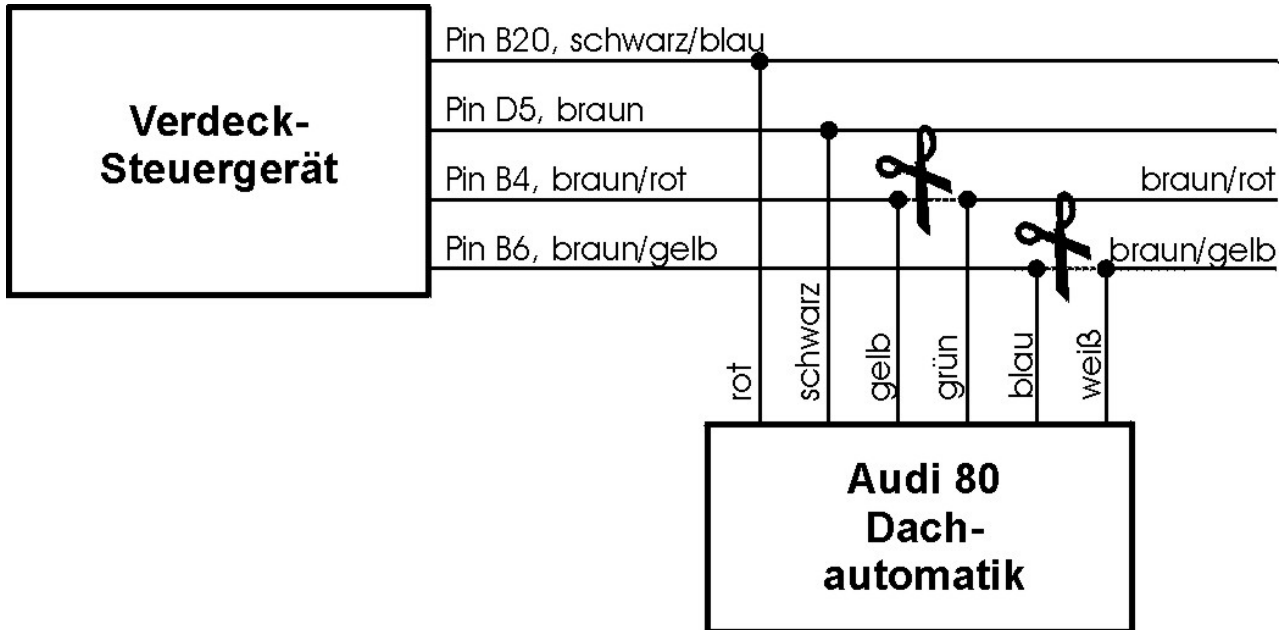

Bild 7: Verkabelung des Dachautomatikmoduls
4. die Verbindung der Kabel des Moduls mit dem Verdecksteuergerät ist in Bild 7 zu sehen. Die sicherste Verbindung wird durch Löten erzielt.